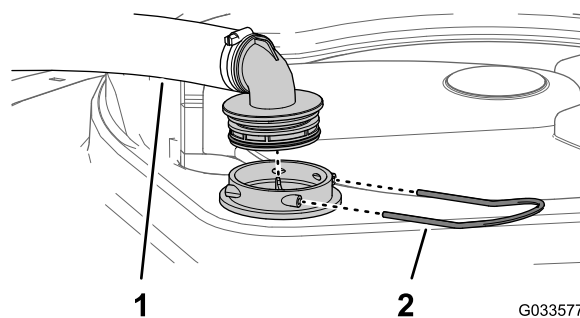

Рисунок 21
2. В верхней части бака опрыскивателя снимите держатель, который крепит шланговый штуцер, подсоединенный к большому шлангу, идущему от корпуса фильтра (Рисунок 21).
3. Отсоедините шланг и шланговый штуцер от корпуса фильтра (Рисунок 21).